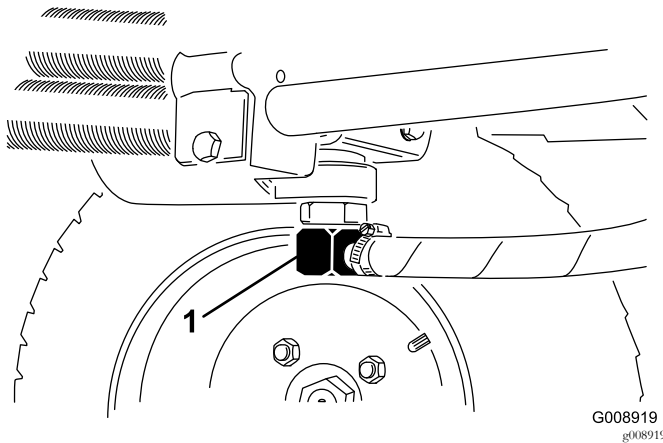
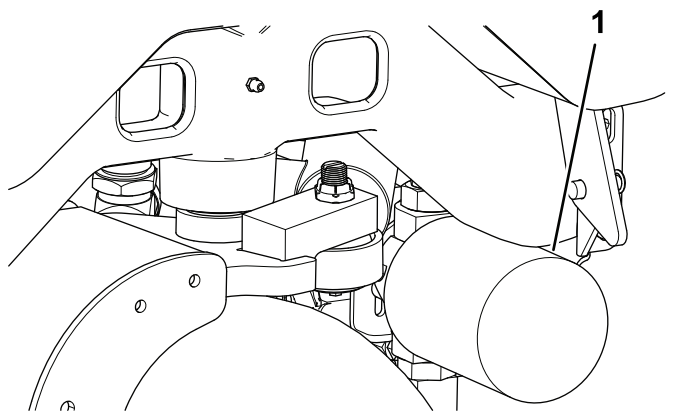

Bild 74
Bild 75
2. Klemmen Sie die Hydraulikölleitung ab (Bild 74) oder entfernen den Hydraulikölfilter (Bild 75) und lassen das Hydrauliköl in ein Auffanggefäß ablaufen.
4. Stellen Sie ein Auffanggefäß unter den Filter (Bild 75) und entfernen den Filter.